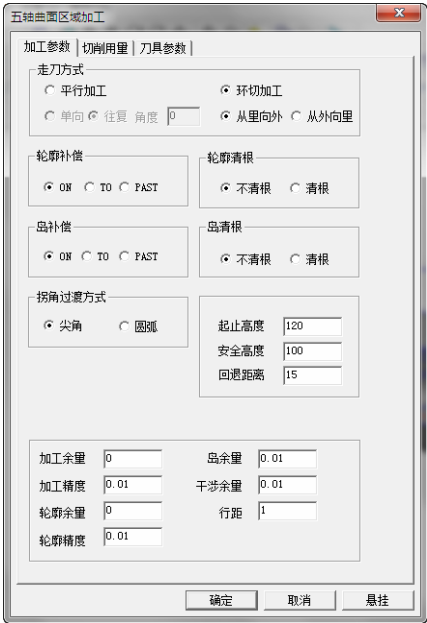

图 8-269 “加工参数”选项卡
1) 选择下拉菜单“加工”→“多轴加工”→“五轴曲面区域加工”命令，弹出“五轴曲面区域加工”对话框。单击“加工参数”选项卡，设置“走刀方式”为“环切加工”和“从里向外”，其他参数如图 8-269 所示。